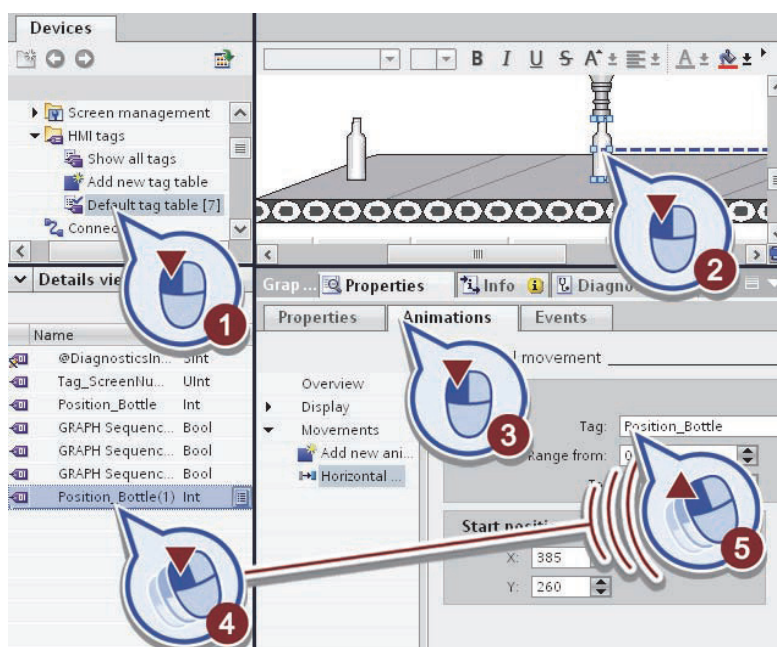

Рис. 3.40. Замена тега
Сначала выберите «Default tag table». Затем переключитесь на «Production» выберите третью бутылку и замените в горизонтальной анимации движения тег «Position_Bottle» тегом «Position_Bottle (1)» (рис. 3.40).